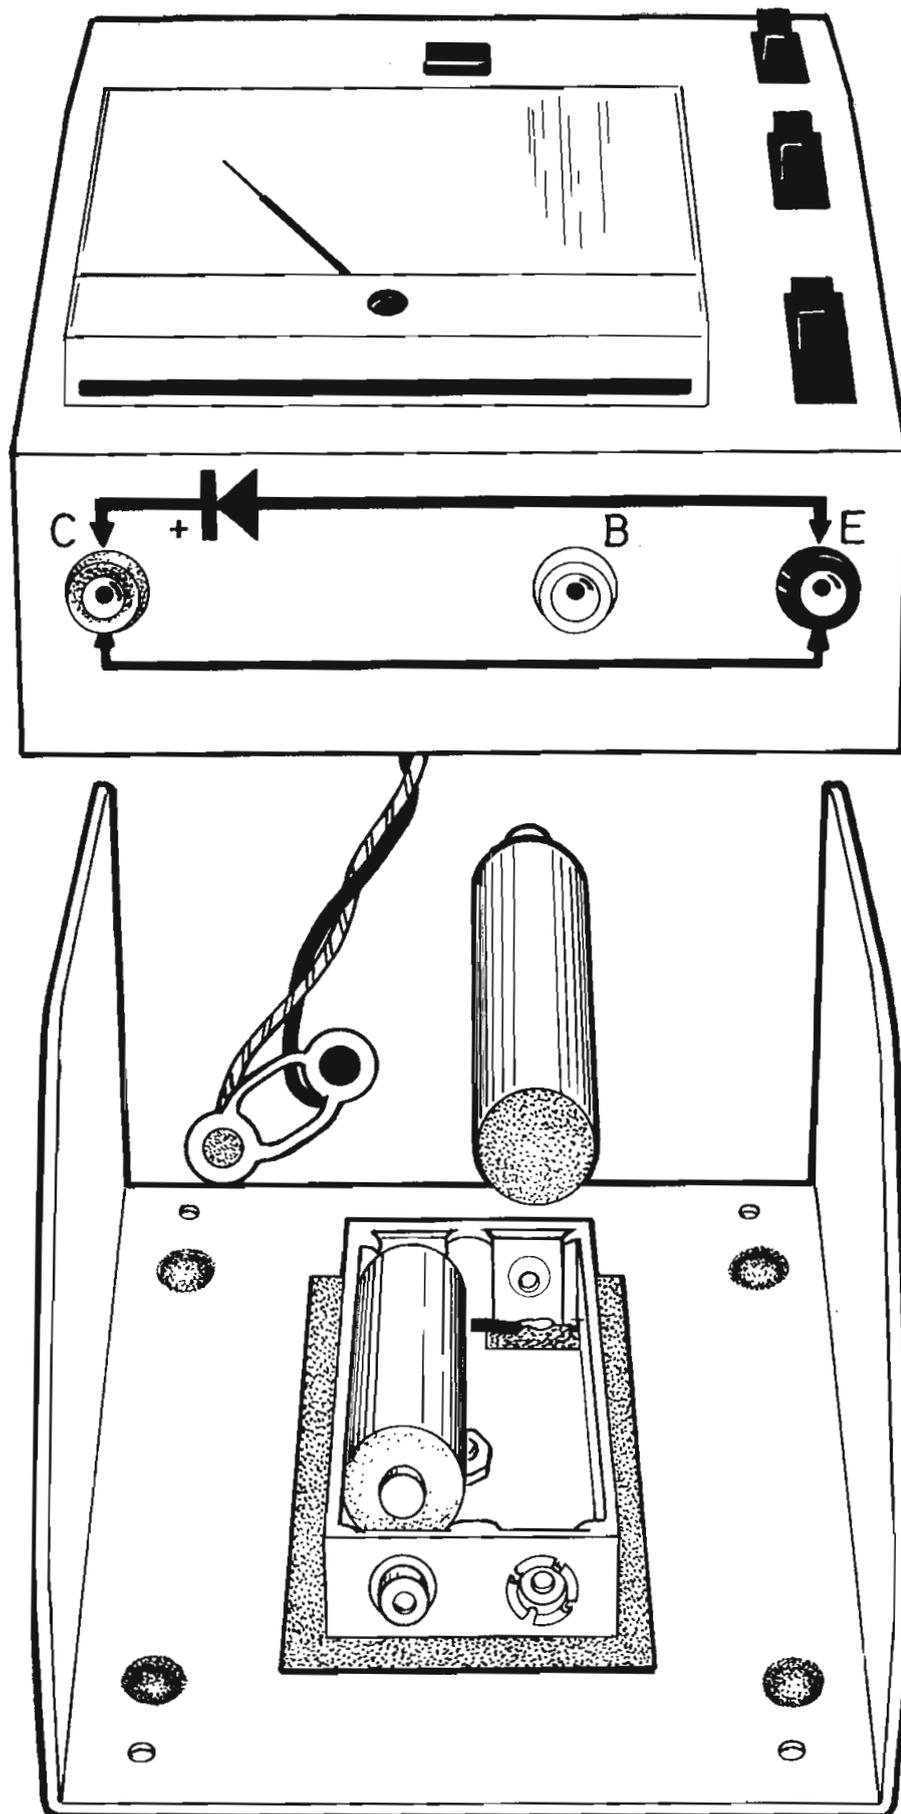

Figure 3 — Préparation et montage final du boîtier
Avec cette opération se termine le câblage de votre TD-2. Il doit être identique à celui de la perspective n° 2. Maintenant vous allez procéder à la préparation du coffret et vous aurez besoin des deux piles de 1,5 volt qui ne sont pas fournies avec le kit (Cipel AC1 ou RP1 ou équivalente). Laissez l'ensemble du panneau de côté et reportez vous maintenant à la figure 3.
- ( ) Placez les quatre pieds de caoutchouc, un dans chaque trou de grand diamètre du coffret, en vous aidant d'un tournevis fin si cela est nécessaire. Voyez la figure 3.
- ( ) Montez l'ensemble constitué par le coupleur de piles et le carton à l'intérieur du boîtier, fixez-les avec une vis 60M3 par l'extérieur et l'écrou M3 correspondant par l'intérieur du coupleur. Veillez à ce que les prises du coupleur de piles se trouvent vers le côté incliné du boîtier comme il est indiqué sur la figure 3.
- ( ) Placez les deux piles à l'intérieur du coupleur comme il est indiqué sur la figure 3. Pour éviter toute erreur veillez à ce que le connecteur de pile soit correctement monté et vérifiez que le fil noir corresponde bien au négatif et le rouge au positif.
- Les piles ont été placées compte tenu de la polarité correcte (voir la figure 3).
- ( ) Introduisez l'ensemble du panneau dans le coffret en veillant à ce que les quatre trous de la partie inférieure du boîtier coïncident avec les quatre trous situés sur le rebord du panneau. Fixez l'un et l'autre au moyen des quatre vis 60M3. Aidez vous de la figure 3 si cela est nécessaire.